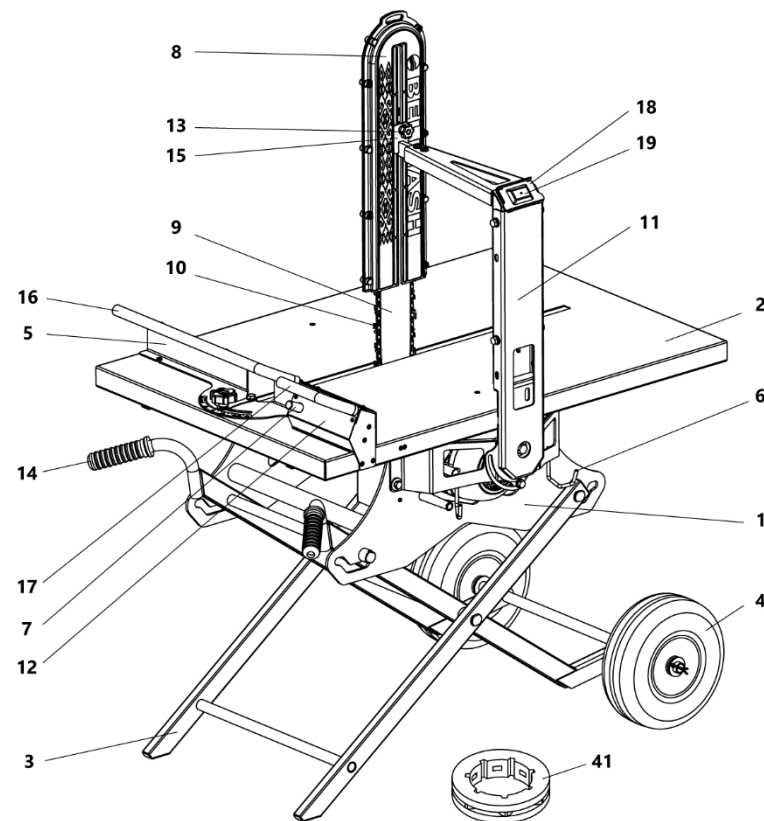

Рисунок 1 Общий вид станка
- снимите защитный кожух 8, цепь 10 и шину направляющую 9 (рис. 1);
Станок представляет собой электромеханическое устройство. В качестве привода используется асинхронный двигатель 27 (рис. 7). Вращение цепи 10 (рис. 1) осуществляется от двигателя по шине направляющей 9. Натяжение цепи осуществляется с помощью ручки 28, перемещая которую происходит подъем/опускание двигателя с последующей его фиксацией гайкой-барашком 29.
Включение/выключение станка осуществляется кнопкой 7 пульта управления 12 (рис. 1).